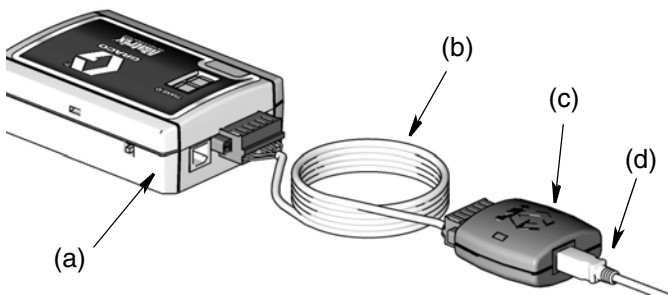

FIG. 8
Convertisseur RS422 (c) (FIG. 8) - pour les distances de câblage jusqu'à 4000 pieds (1219 m).
1. Connexion des composants : Émetteur-récepteur (a), Câble RS422 (b), Convertisseur RS422 (c) et Câble USB (d) comme indiqué à la FIG. 8.